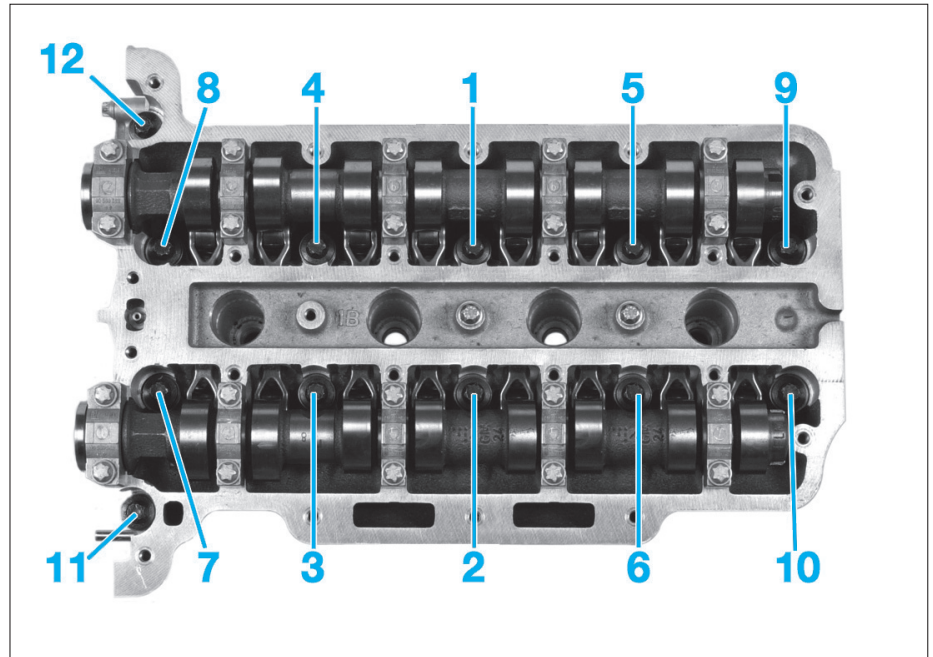

Fig. 42
- Placer le joint d'étanchéité (1) et le comprimer dans la zone du mastic d'étanchéité de silicone.
- Serrer les vis de culasse dans l'ordre et au couple prescrit (Fig.42).